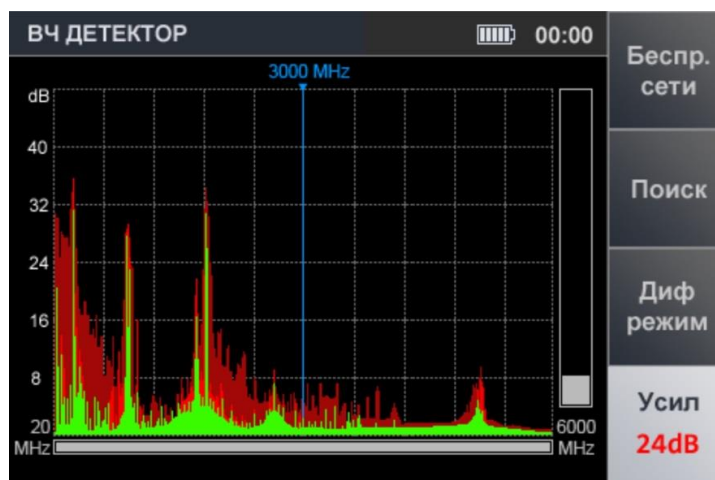

Рис.10
- 2. С помощью кнопок ↕ ↔ ↔ установить требуемое усиление в dB (0, 8, 16, 24, 32, 40). Установленное значение отображается на индикаторе (рис.10).